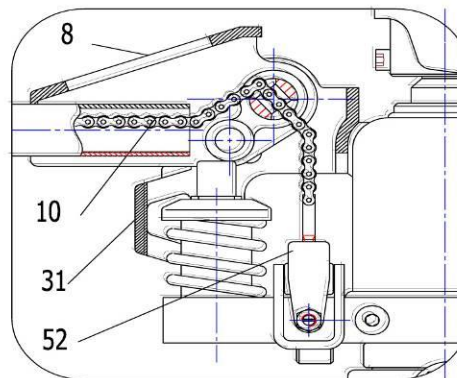

Рисунок 2.
- Вытяните фиксатор (23), согласно рисунку 1.
- Вставьте корпус ручки (8) в отверстие А. Соедините корпус ручки (8) с насосом (31) с помощью фиксатора (23).
- Затем проденьте эластичный штифт через фиксатор (23), чтобы зафиксировать деталь.
- Проведите цепь (10) через отверстие в фиксатор (23). (см рисунок 2).
- Установите шнек и гайку на конце цепи (10) в паз опорного корпуса рычага (52). (см. рисунок 2 и 4).
- Согласно рисунку 3 установите ручку (8) в горизонтальное положение, выньте штифт В, сохраните его, он понадобится при следующей замене ручки.